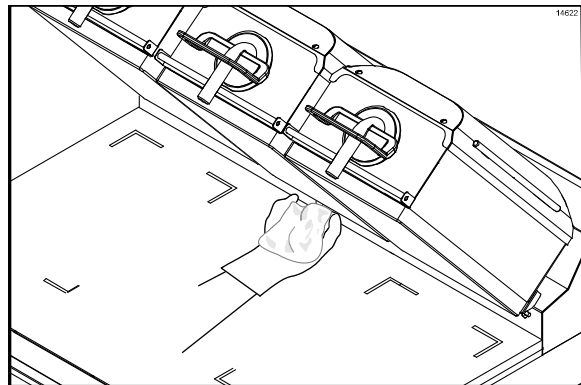

Figure 66
38. Nettoyer les zones environnantes, carter, angles arrondis et dossieret, avec un chiffon-gril propre et trempé dans de l'aseptisant (Cf. Figure 66).